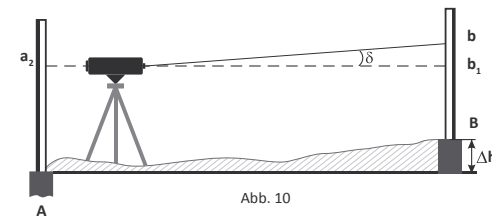

Abb. 10
b) Stellen Sie das Nivelliergerät nun um und positionieren Sie es 1-2m vom Punkt A entfernt (Abb.10). Lesen Sie nochmals die Höhe an Punkt B (b_2) und A (a_2) ab. Wenn $|(a_2 - b_2) - (a_1 - b_1)| < 3\text{mm}$, braucht das Nivelliergerät keine weitere Justierung.